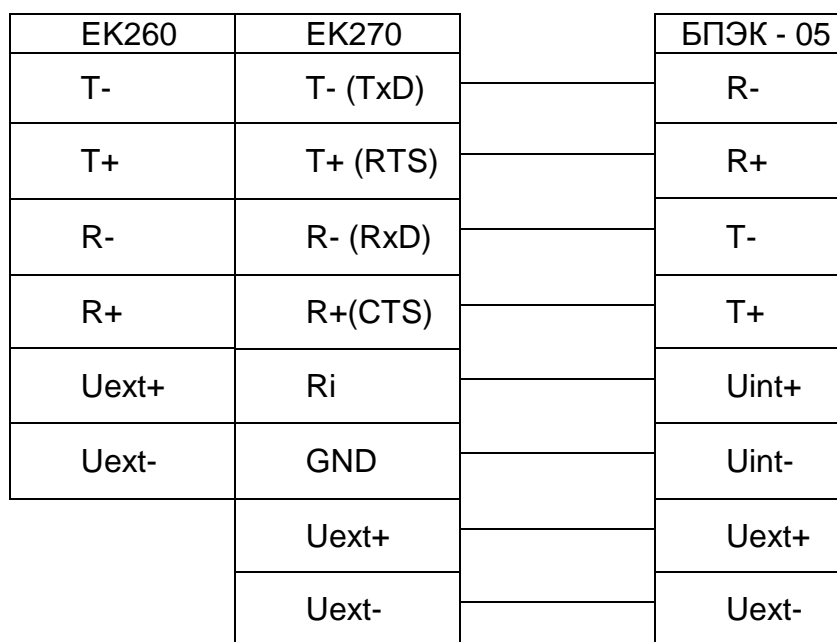

Рис.5 Схема подключения ЕК260(ЕК270) – БПЭК-05 исполнение с GSM модемом
5.2 Подключить БПЭК-05 к корректору ЕК270 (ЕК260) согласно Рис.5